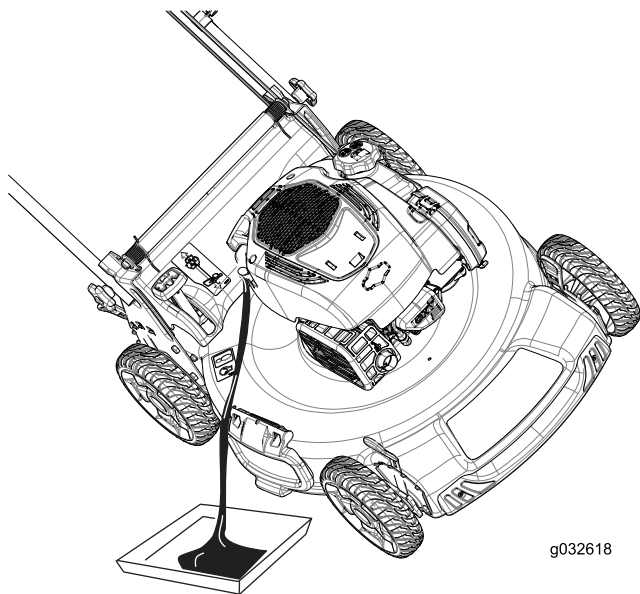

Figure 28
- Basculez la machine sur le côté (filtre à air en haut) pour vidanger l'huile usagée par le tube de remplissage (Figure 28).